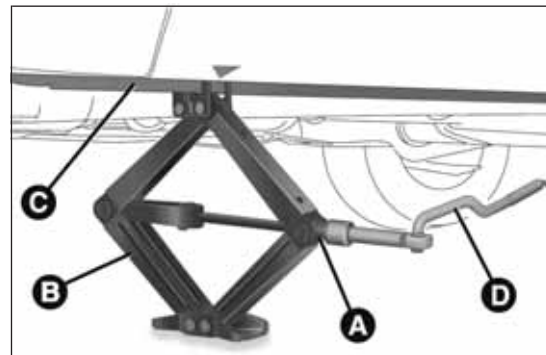

fig. 36
- ❑ introducir la llave A en el gato para extenderlo, hasta que la parte superior B fig. 36 se introduzca correctamente en el larguero C (a la altura de la marca ▽ indicada en el mismo larguero);
- ❑ introducir la manivela D fig. 36 en el alojamiento del dispositivo A, accionar el gato y levantar el vehículo, hasta que la rueda se levante del suelo unos centímetros;